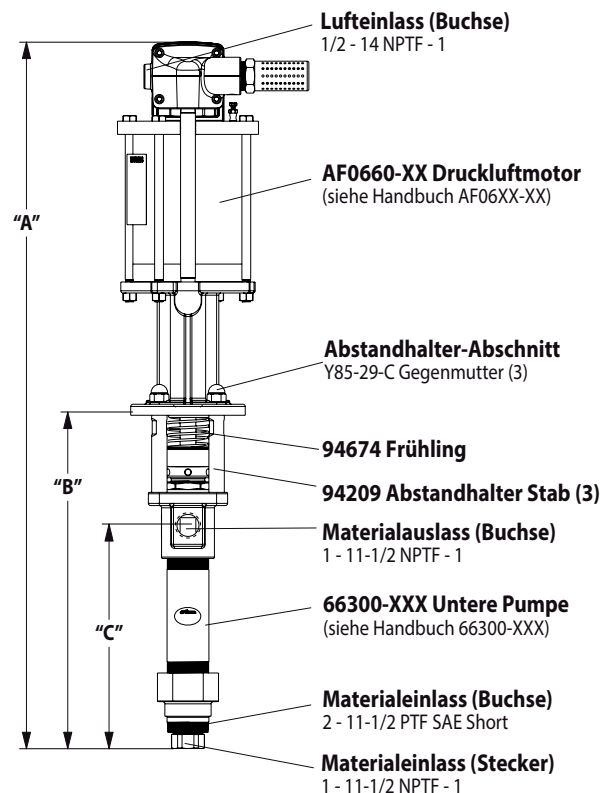

Abbildung 1
2. Die drei (Y85-29-C) Muttern an den drei Abstandshalterstangen entfernen (siehe Abbildung 1).